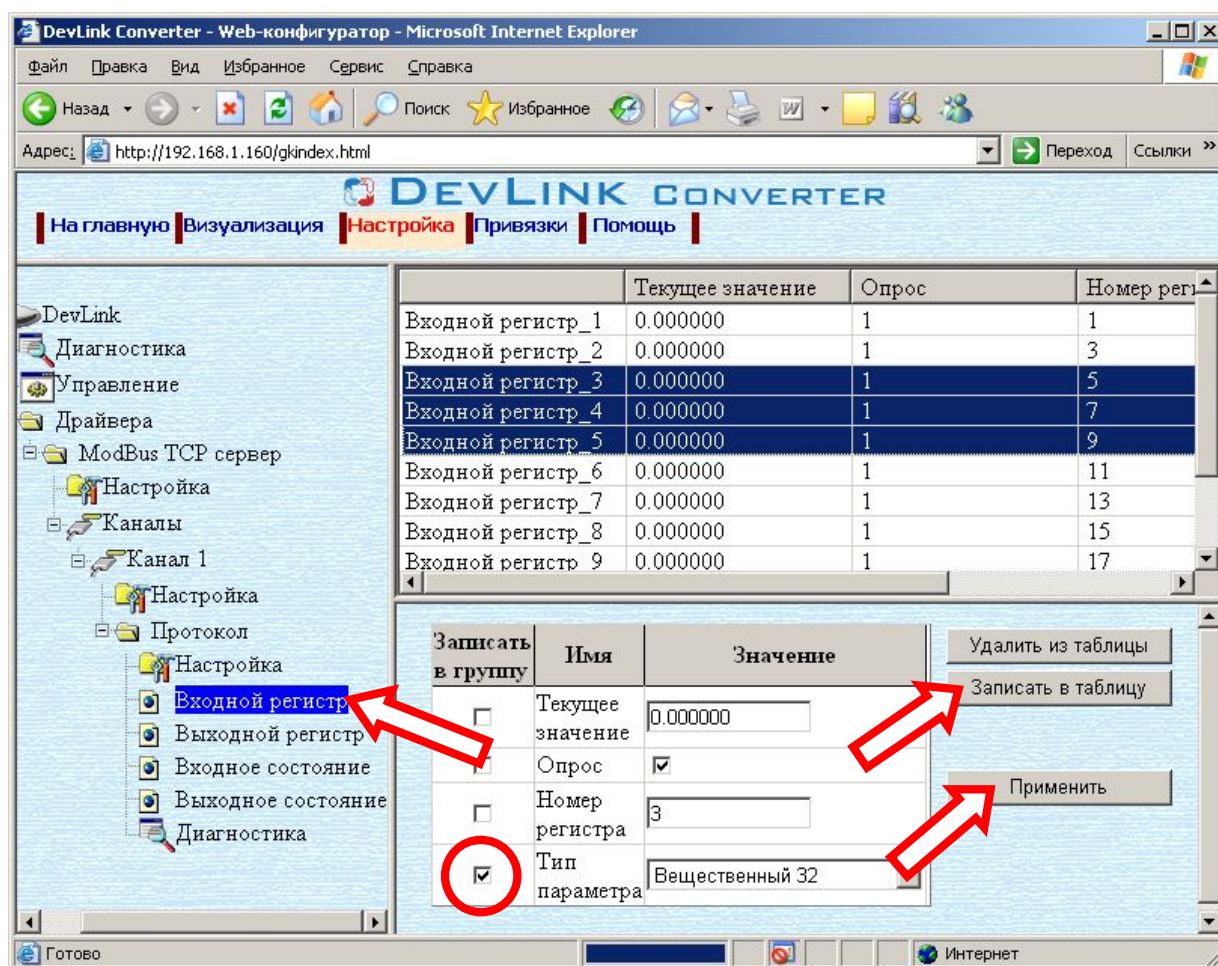

Рисунок 3.7 - Настройка регистров
- Выберите в дереве нужный тип регистров (рисунок 3.7)